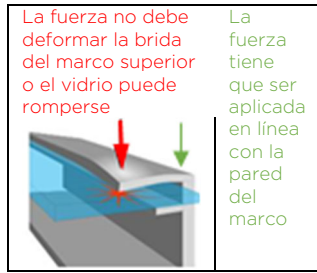

Figura 1a: Ubicaciones de la fuerza de la abrazadera
- 2) **Mordazas de presión o clips:** Monte el módulo con los clips opuestos en el lado largo y/o corto del marco del módulo. La ubicación permitida de los clips debe estar de acuerdo con la Apéndice. Los instaladores deben asegurarse de que los clips tengan la suficiente resistencia para permitir lograr la presión proyectada máxima del módulo. TCL no suministra las sujeciones ni las mordazas. Las mordazas deben aplicar fuerza colineal con la "pared" del marco del módulo y no solo a la brida superior. Las mordazas o los procedimientos de instalación que ejercen una fuerza excesiva sobre la brida superior deformarán el marco, anularán la garantía del módulo y provocarán la rotura del vidrio. La figura 1a ilustra ubicaciones para la fuerza de sujeción del marco superior. Evite la sujeción dentro de los 50 mm de las esquinas del módulo para reducir el riesgo de desviación de la esquina del marco y rotura del vidrio. Cuando se sujeta al marco del módulo,